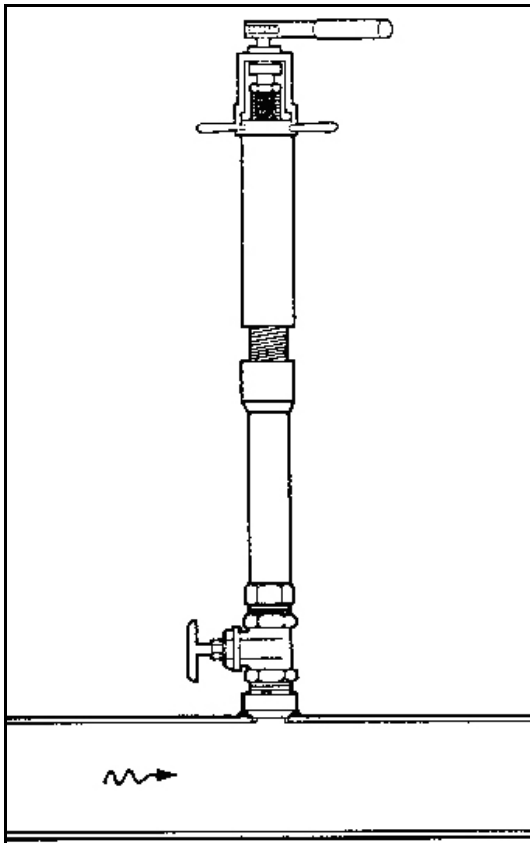

Abb. 15 Bohrmaschine mit Adapter auf Absperrventil
- 6) Montieren Sie den Adapter für die Bohrmaschine auf dem Absperrventil [Abb. 15].